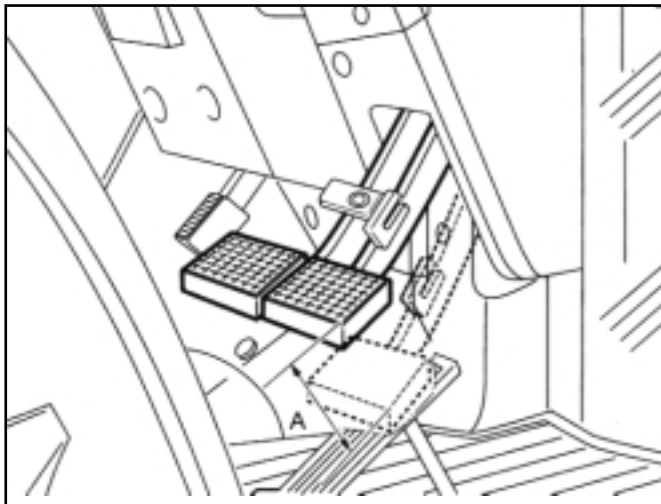

FIG. 118 / ABB. 118 / FIG. 118
Déconnectez les pédales et vérifiez le jeu de chaque pédale de frein. Le jeu (A) correct de chaque pédale est de 30 à 40 mm en le mesurant au bout de la pédale (Fig. 118).
Die Pedale voneinander lösen und das Spiel an jedem Pedal messen. Das Bremspedalspiel (A) (Abb. 118) muß am Pedalende 30 bis 40 mm betragen.
Maak de rempedalen van elkaar los en controleer de speling van elke rempedaal. De correcte speling (A) van elke rempedaal afzonderlijk bedraagt 30-40 mm aan het uiteinde van de rempedaal (Fig.118).